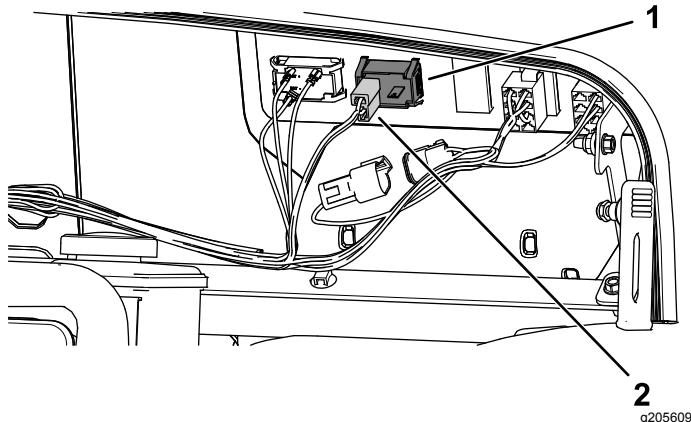
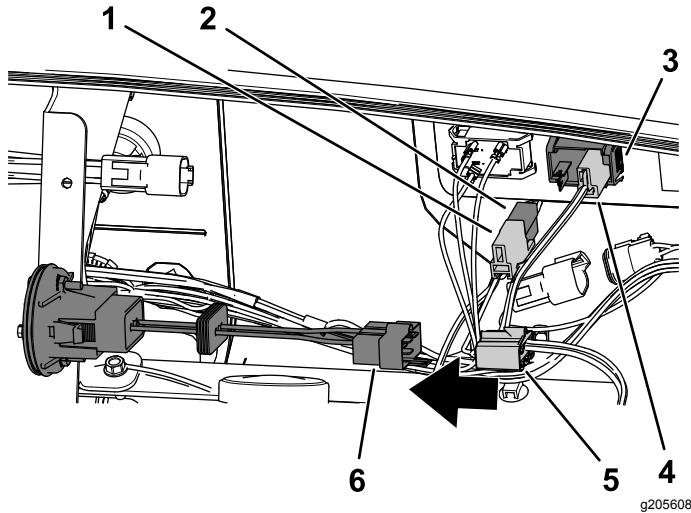

Bild 4
Bild 5
1. Schließen Sie den vorhandenen 2-Buchsen-Stecker vom vorhandenen Betriebsstundenzähler ab und stecken ihn in den 2-Stift-Stecker am Kabelbaum des Betriebsstundenzählers (Bild 4 und Bild 5).
2. Schließen Sie den 2-Buchsen-Stecker am Kabelbaum des drahtlosen Betriebsstundenzählers am vorhandenen Betriebsstundenzähler an (**Bild 5**).
3. Schließen Sie den 6-Buchsen-Stecker am neuen drahtlosen Betriebsstundenzähler an (**Bild 5**).